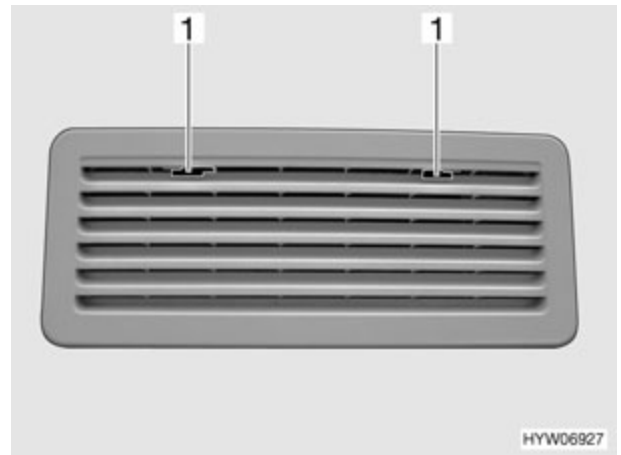

Fig. 116 Rejilla de ventilación del frigorífico (variante 2)
- Deslizar el bloqueo (Fig. 116,1) hacia el centro.